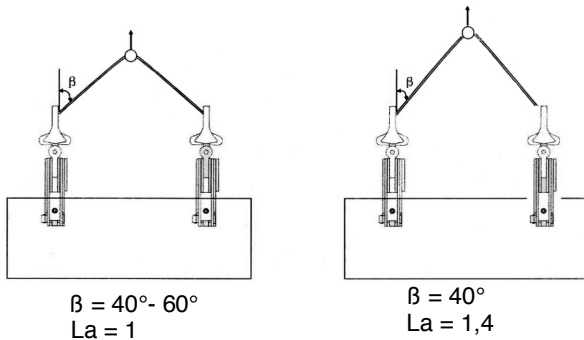

Abb. 6: Leistungsfähigkeit
Schritt 3: Die Schwenköse bietet den zusätzlichen Vorteil, dass die Hebelklemme genügend Klemmkraft auch beim Transport von großen Platten bietet. Um eine Platte sicher zu halten, sollen zwei Hebelklemmen verwendet werden, so wird das Verrutschen oder Beschädigen der Hebelklemme vermieden (s. Abb. 6).
Wenn Sie zwei Hebelklemmen verwenden, achten Sie auf die reduzierten Kapazitäten der Klemmen! (Abb.6)
Die Verringerung der Tragfähigkeit für die Neigungen  $45^\circ$  und  $45^\circ$  bis  $60^\circ$  sind auf der Abbildung 6 präsentiert und im Beispiel erklärt. Die Neigungswinkel größer als  $60^\circ$  sind nicht zulässig.